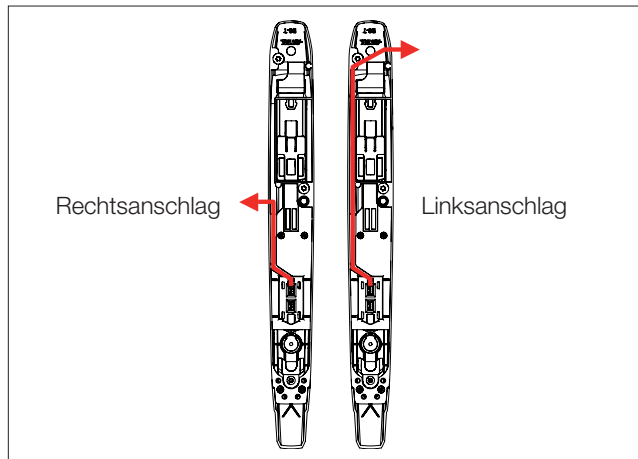

Abb. 12: Durchführen des Kabels
- Führen Sie das Kabel je nach Türanschlag durch die Öffnung in der Sichttür VX (Abb. 12)